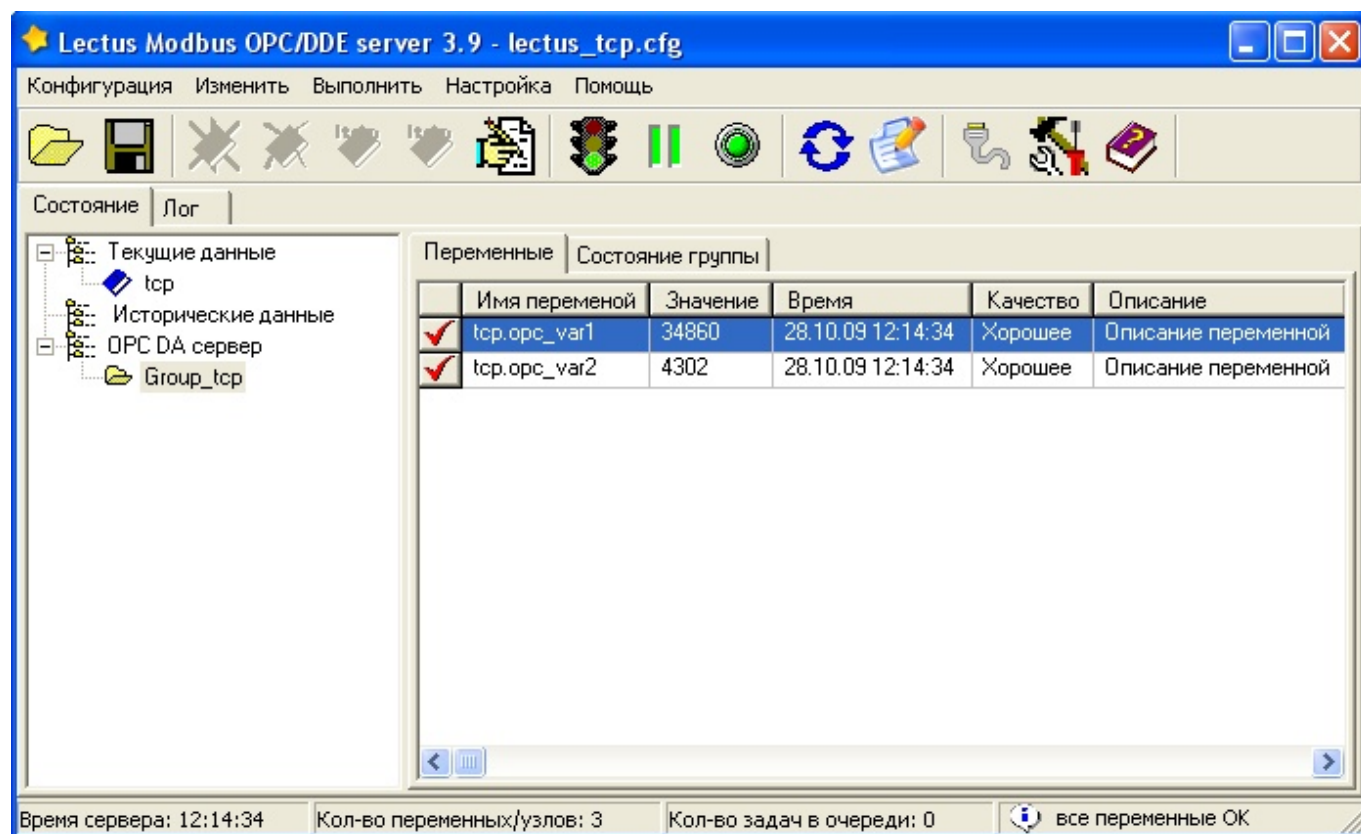

Рис.2.6
- 7) После создания узла и добавления в него переменных сохраните проект и запустите LectusOPC, нажав на кнопку «Запустить опрос». Появится узел, где будут отображены значения переданных из контроллера переменных (Рис.2.6).